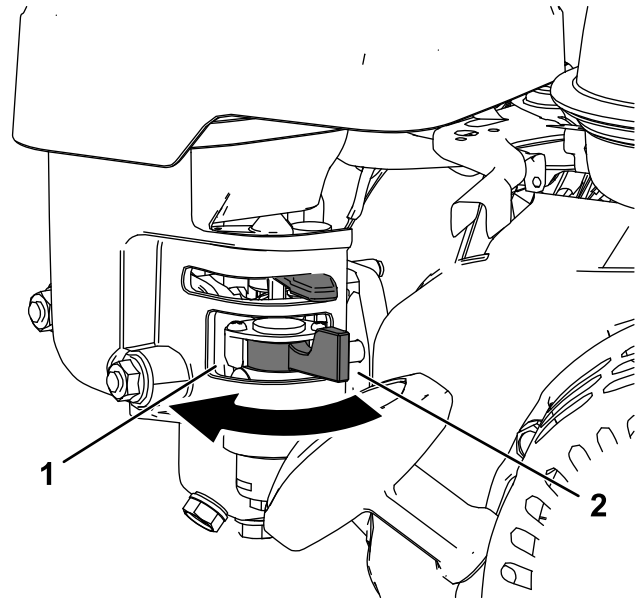

Bild 4
- Um das Kraftstoffventil zu öffnen, drehen Sie den Hebel am Kraftstoffhahn in Richtung des Rücklaufstartergriffs (Bild 4).
- Um das Kraftstoffventil zu schließen, drehen Sie den Hebel am Kraftstoffhahn vom Rücklaufstartergriff weg (Bild 4).